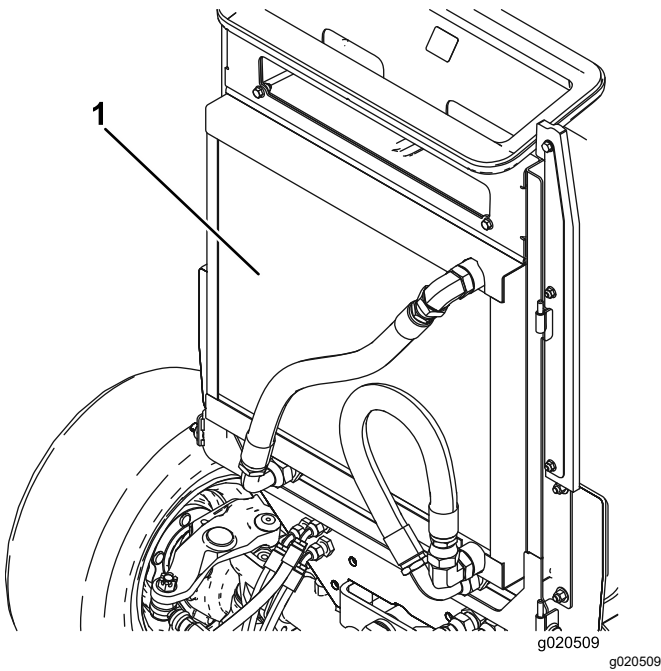

Figura 94
2. Limpie a fondo ambos lados de la zona del enfriador de aceite/radiador (Figura 94) con aire comprimido. Empezando en la parte delantera, sople los residuos hacia la parte trasera. Luego, limpie desde atrás, soplando los residuos hacia adelante. Repita este procedimiento varias veces hasta eliminar todos los residuos.